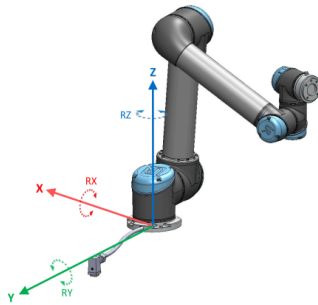

Figura 16.1: Oțione de bază
- Caracteristica de bază este amplasată cu originea în centrul bazei robotului (vezi figura 16.1)